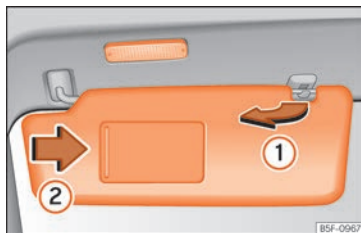

Abb. 126 Sonnenblende.
- Die Sonnenblende kann aus der Halterung herausgezogen und zur Tür  Abb. 126  geschwenkt werden.